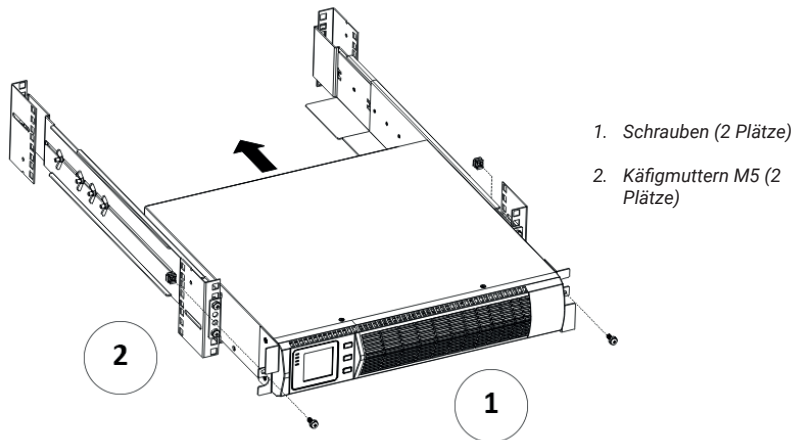

Abb.6: Kabinen-Frontschutz
12. Sichern Sie die Vorderseite der Stromversorgung mit einer M5 × 12-Schraube und einer M5-Mutter auf jeder Seite (siehe Abbildung 6). Installieren Sie die untere Schraube auf jeder Seite durch das untere Loch der Montagehalterung und das untere Loch der Schiene. Wiederholen Sie dies für alle optionalen Racks.